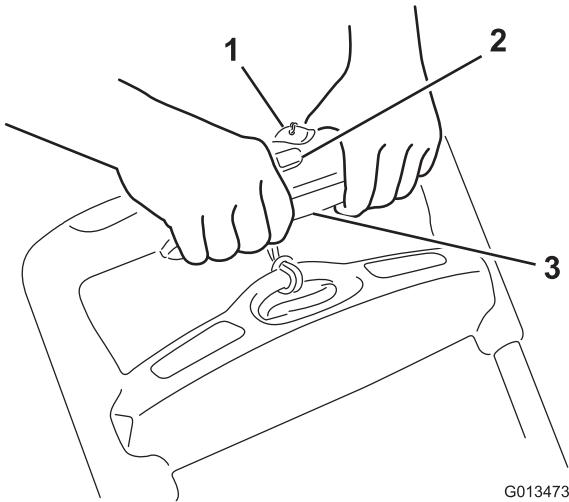

Figure 10
1. Pour démarrer le moteur, insérez la clé, appuyez de manière prolongée sur le bouton de sécurité et serrez la barre de commande (Figure 10).